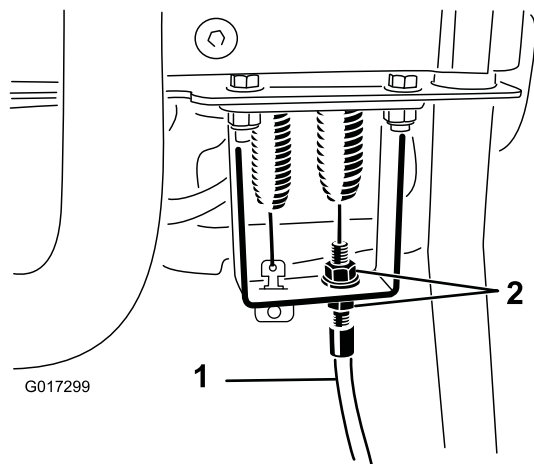

Figura 46
4. Sulla paratia della maniglia di comando, allentate il cavo di comando del cilindro in modo da creare un imbando (Figura 46).